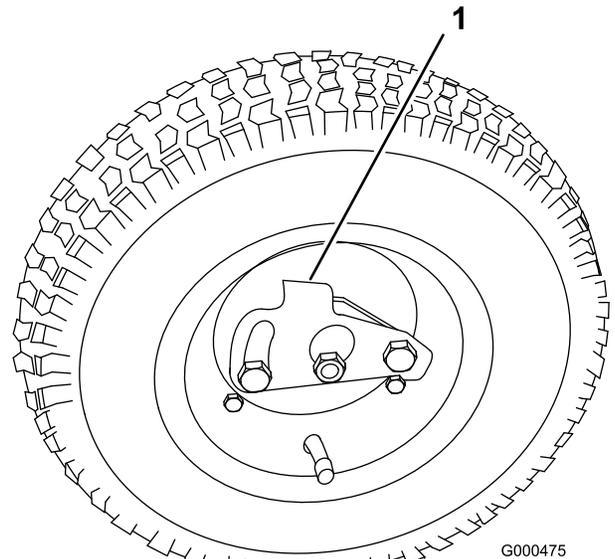

図 13
2. 車輪についているロック・クリップが車軸に掛かるようにして車輪を車軸に通す (図 13)。